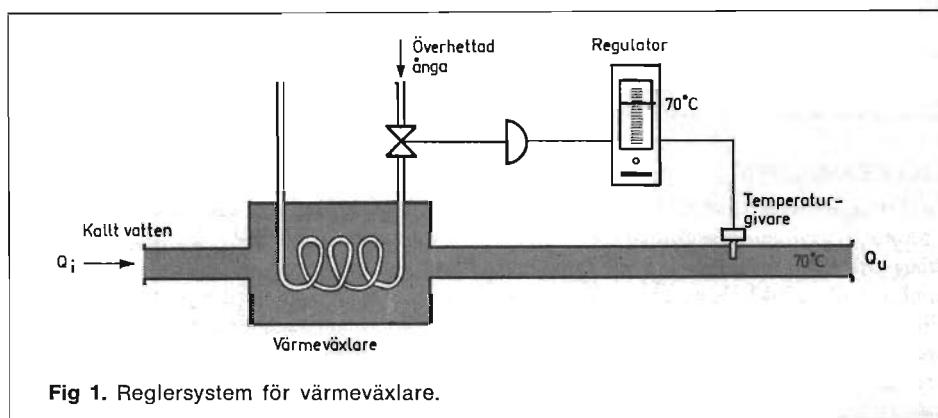
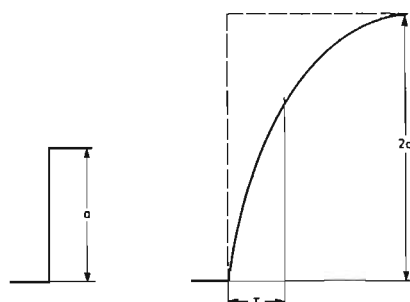

Fig 1. Reglersystem för värmeväxlare.
Fig 2. Stegsvarets amplitud kan vara större eller mindre än insignalen även om tidkonstanten är densamma.
□ □ Stegsvarets amplitud kan vara större eller mindre än insignalen fastän tidkonstanten är densamma, se fig 2. Detta bör man ha klart för sig när man analyserar processblockets påverkan av signalens amplitud. Jämförelsen mellan steginsignalens och stegsvarets amplitud kallas blockets förstärkning och utgör kvoten mellan det ursprungliga fasta värdet och det slutliga fasta värdet. Den är bestämd genom jämförelse av amplituder. Jämförelsen kan emellertid gälla ett processblock som till exempel ventilen eller värmeväxlaren i fig 1, där in- och utgångssignalerna har olika sorter med relationer enligt fig 3. Relationen mellan in- och utsignal kommer i dessa fall snarare att bero på det sätt som utsignalen ändras sig med insignalen för den specifika måtenhet eller sort man använder. Av fig 3 framgår att en viss utsignal svarar inte bara mot en viss insignal utan även att en viss
Regulatorn kan vara en av två olika typer. Den ena är till/från-typen, som i sin enklaste form öppnar en ventil (se fig 1) när utgående vattentemperaturen understiger ledvärdet med ett visst värde och stänger den, när temperaturen överstiger ledvärdet lika mycket. Man kan med en sådan regulator i regel inte undvika att man får en svängning av den reglerade temperaturen kring ledvärdet, vilket i många fall är fullt acceptabelt.
Den andra regulatortypen är den med »flytande» utsignal. Det innebär t ex att ventilen i fig 1 kan inta vilket läge som helst mellan 0 och 100 % av sin slaglängd beroende på regulatorns utsignal. Ventilens läge är m a o proportionell mot regulatorns utsignal. Regulatorns utsignal är proportionell mot regleravvikelsen och man talar om den *proportionella* regulatorn.
Förstärkningen 1 motsvarar alltså $PB = 100 \%$, förstärkningen 5 motsvarar $PB = 20 \%$ osv. Om regulatorn till värmeväxlaren enligt fig 1 har mätområdet 100°C och proportionella bandet ställs in på 20 % betyder detta i vårt fall att ventilens arbetsområde är 20 % av regulatorns mätområde eller 20°C . Väljer vi ledvärdet 70°C arbetar ventilen från fullt öppet till helt stängt läge vid en avvikelse på -10 till $+10^\circ \text{C}$ av ledvärdet eller totalt 20°C .